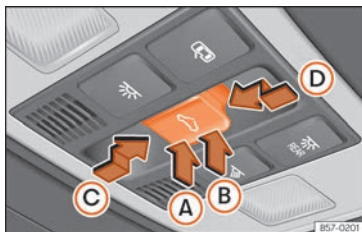

Fig. 90 No revestimento interior do teto: botão do teto de vidro.
O botão  Fig. 90 tem dois níveis. No primeiro nível pode colocar-se o teto na posição defletora, abrir ou fechar total ou parcialmente.
- *Teto de vidro:* Antes que decorram aproximadamente 5 segundos desde a ativação da função antientalamento, pressione o botão » » Fig. 90 até ao segundo nível no sentido da seta » » Fig. 90 até que o teto se feche completamente.